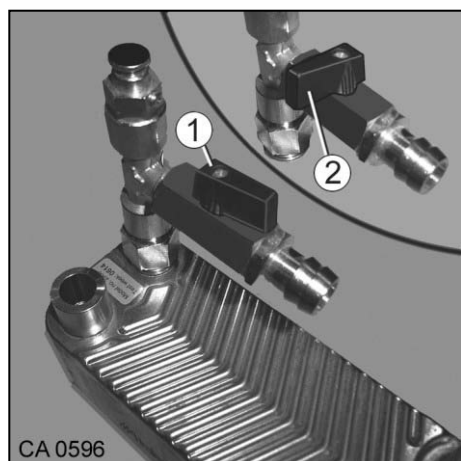

Fig. 133 Vanne de sectionnement de l'échangeur thermique
1. Ouvrir la vanne de sectionnement (Fig. 133/1).
- Pour éviter tout chauffage non-intentionné du circuit de chauffage en mode Été, fermer la vanne de sectionnement (Fig. 133/2).